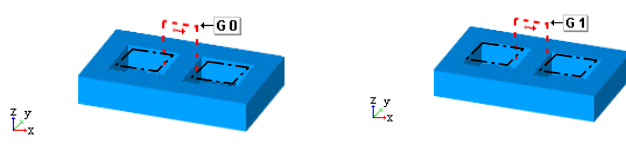

图 2-42 空走刀连接
- **[[快速移动]]:** 包括在安全平面移动以及刀具提刀移动、刀具路径切削区域转换;下刀接近加工表面时所进行的运动的进给速度为机床的最大进给速度，如图 2-42 所示。
- **[[最大进给速度]]:** 激活“空切进给”选项，用户可输入所需的空走刀进给速度，如图 2-42 所示。